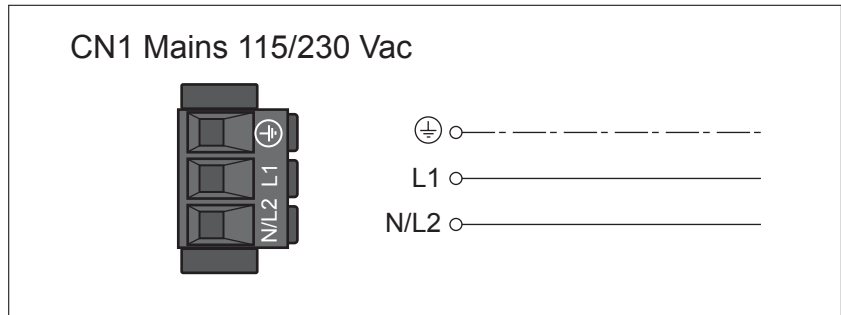

Ilustración 28: Esquema de conexiones de la alimentación de la etapa de potencia para un equipo monofásico
- ▶ Conecte el cable de red (Ilustración 28). Tenga en cuenta el par de apriete prescrito para los tornillos de bornes.